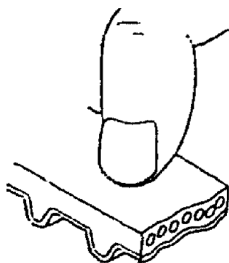

图 4-43 检查正时带是否老化
1) 背面橡胶老化反光, 指甲划过无痕迹, 没有弹性, 如图 4-43 所示。